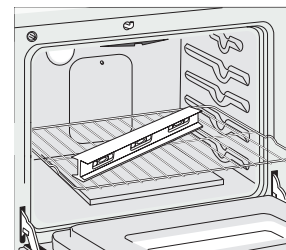

Figure 8
2. Déposez un niveau à bulle sur la grille (voir la figure 8). Prenez 2 lectures en plaçant le niveau en diagonale dans une direction, puis dans l'autre direction. Si nécessaire, ajustez les vis de nivellement à l'aide d'une clé (reportez-vous à la figure 14).